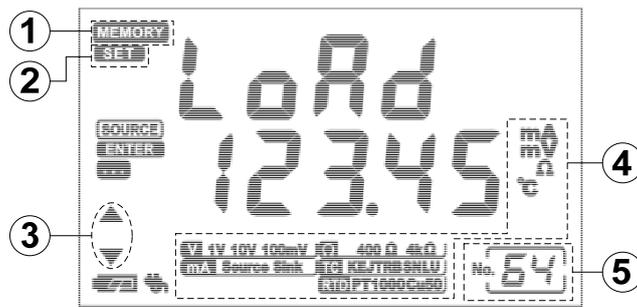

图 5.8 读取常用输出值的显示画面
- (1) MMB 在正常操作时, 按 **RECALL** 键, MMB 切换到读取状态显示: 显示内容如【图 5.8】所示。
- (2) 通过按 **▲▼◀▶** 键切换选择读取位置 1~64, 位置数字显示在右下角。随着切换读取位置, 所选编号位置存储的存储值、信号类型和单位信息会实时在下排显示刷新。如果当前内存位置没有数据, 则会显示“-----”。